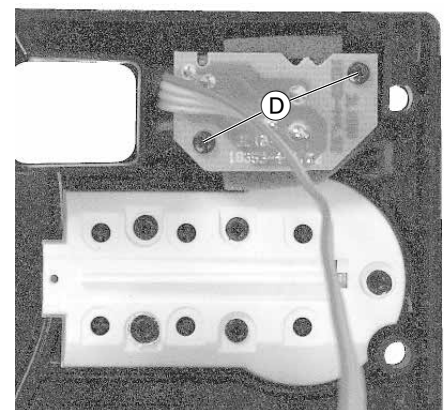

Fig. 5
- 2 Schrauben (D) herausdrehen und die I/O-Platte abnehmen (Fig. 5).
- Undo 2 screws (D) and remove the I/O Board (Fig. 5).